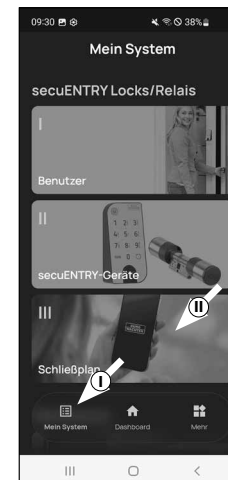

Abb. 1
2 Öffnen Sie das Menü „Mein System“ (I) (Abb. 1)
3 Tippen Sie auf den dritten Menüpunkt III - Schließplan“ (II) (Abb. 1).